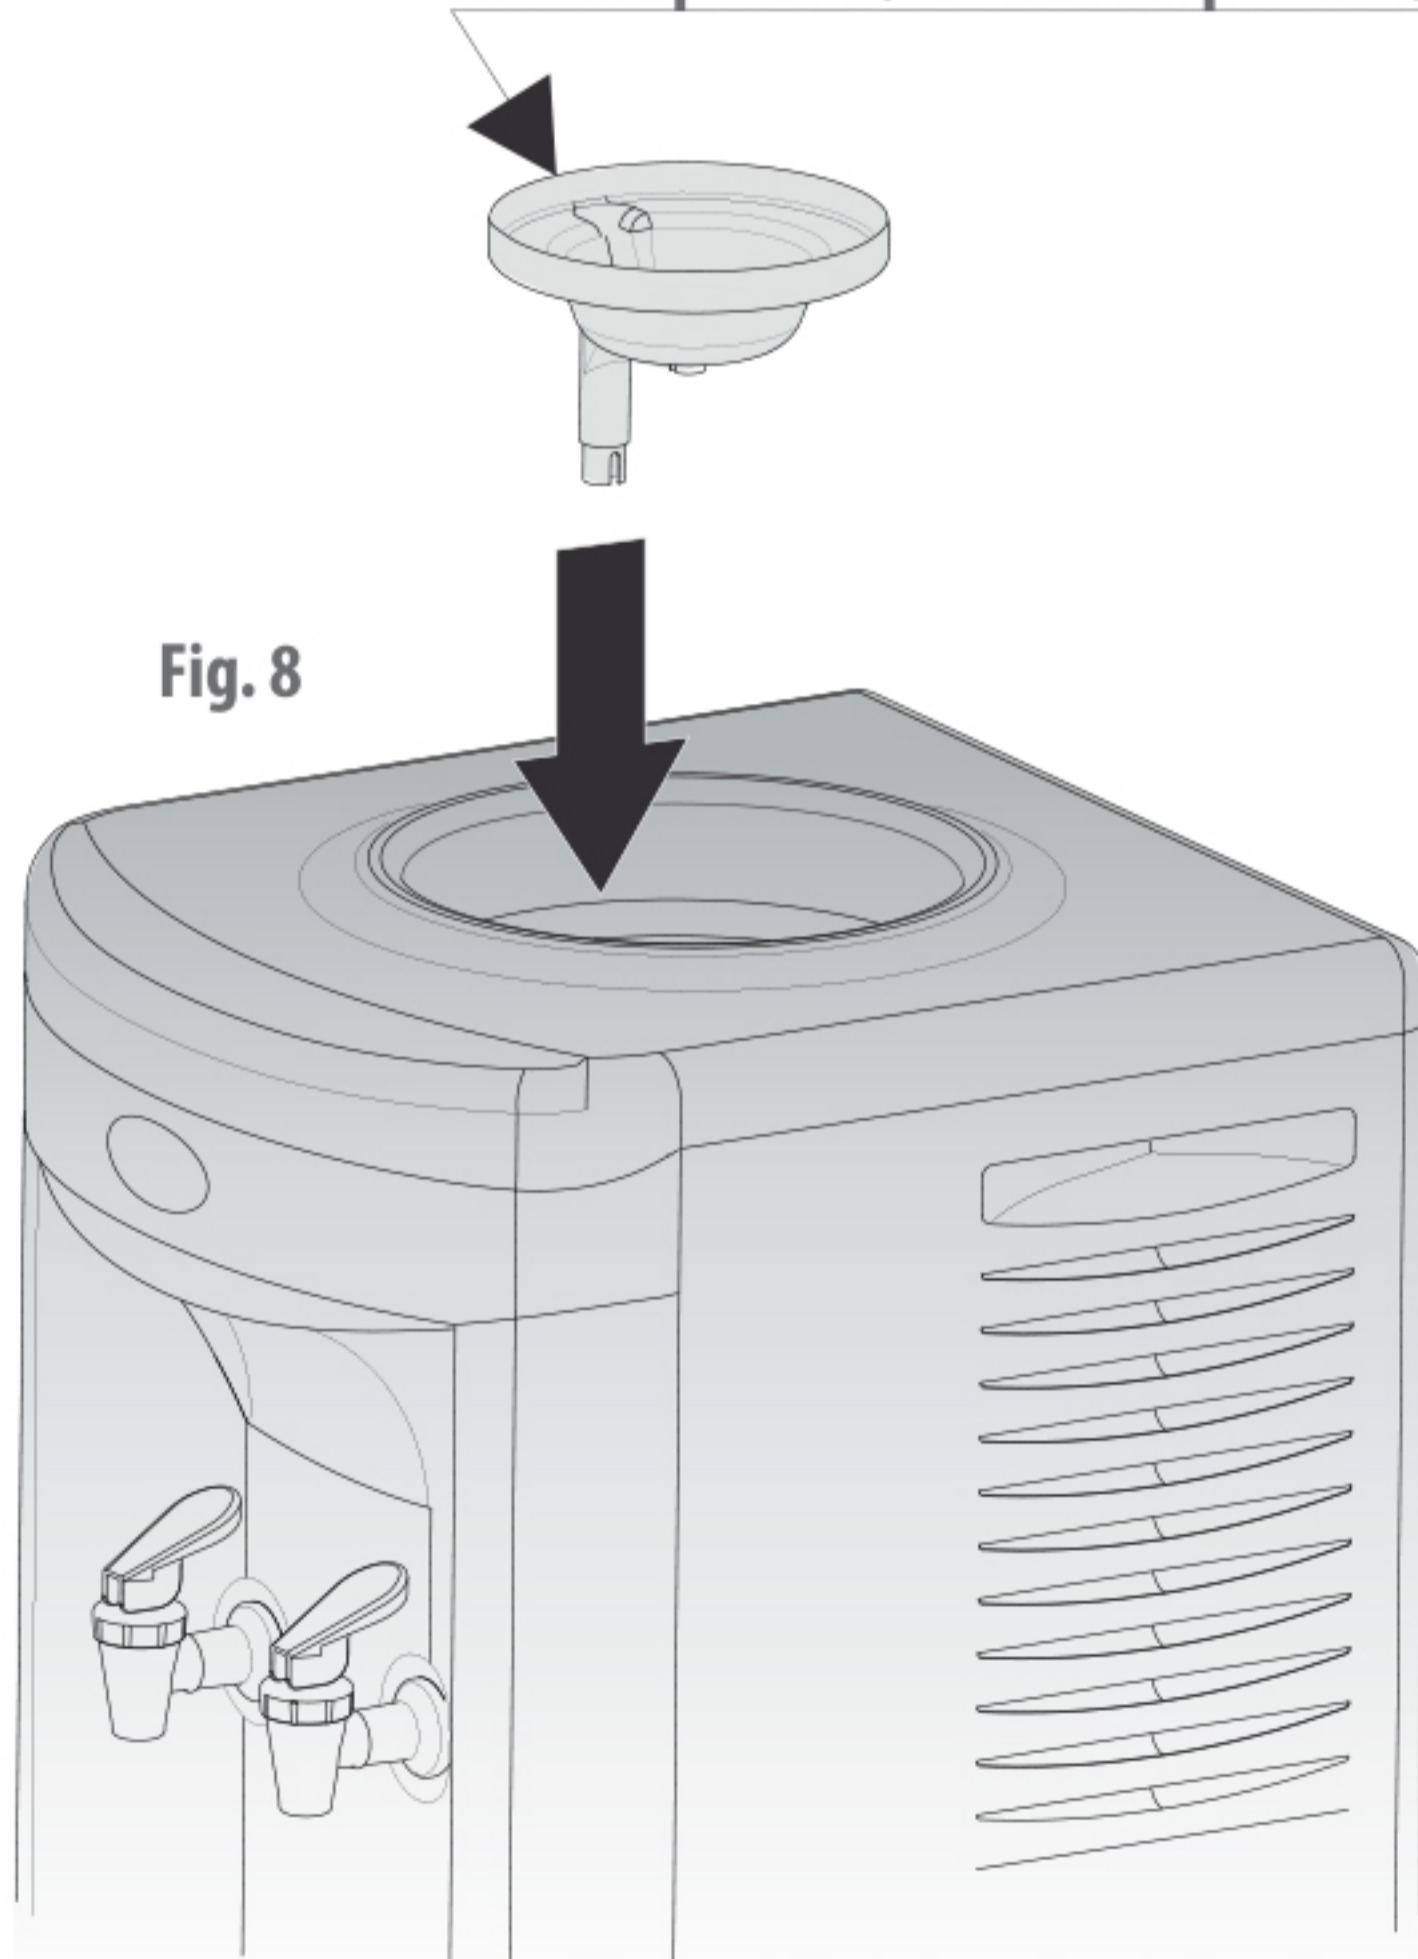

Fig. 8
- Encaixe corretamente o funil separador na parte interna do reservatório de água (Fig. 8).
- Encaje correctamente el embudo separador en el niple de su Bebedero (Fig. 8)
- Fit the separating funnel properly to the nipple of your water dispenser (Fig. 8)